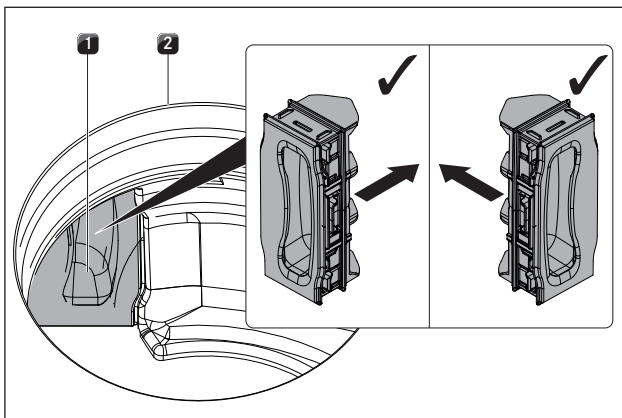

Fig. 8.10 Colocación de la trampilla para el cambio del filtro
- ▶ Por el interior de la abertura de entrada, encaje a presión hasta el tope la trampilla para el cambio del filtro en la abertura de la carcasa (respecto a la colocación de la trampilla, v. fig. 8.10).